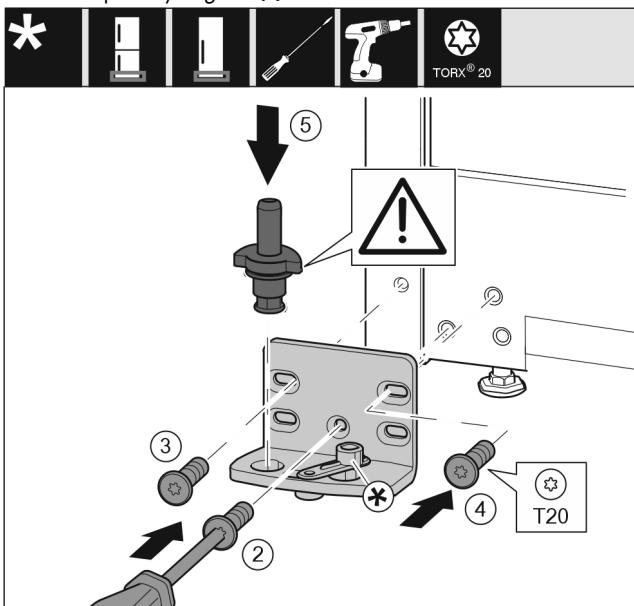

Fig. 14
- ▶ Встановіть опорний кронштейн з іншого боку і закріпіть гвинтами за допомогою викрутки T20. Почніть із гвинта 2 знизу посередині. Fig. 14 (2)
- ▶ Закрутіть гвинти 3 та 4. Fig. 14 (3,4)
- ▶ Вставте цілком опорний гвинт. При цьому виступ фіксації повинен бути спрямований назад. Fig. 14 (5)